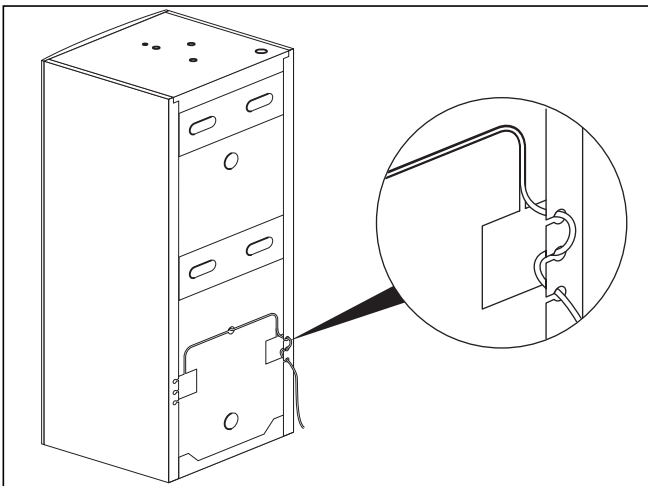

Fig. 5.1 Collegamento del cavo della sonda
- Inserire la sonda nella relativa boccola, come indicato alla fig. 5.1 (vedi fig. 2.1, pos. 11).